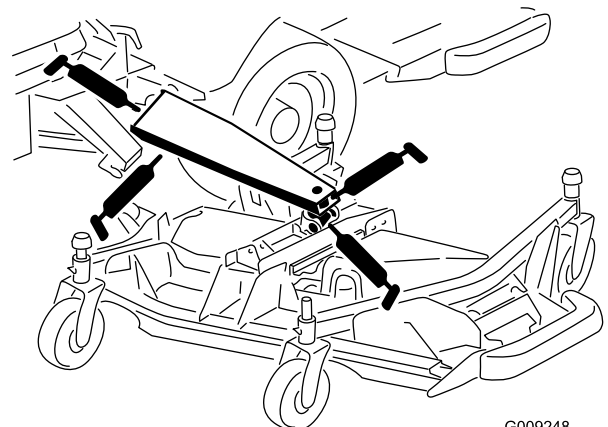

Bild 75
- 3 Haupt-Hubarmbüchsen (Bild 75)
- 1 Hubzylinder-Drehbüchse (Bild 75)